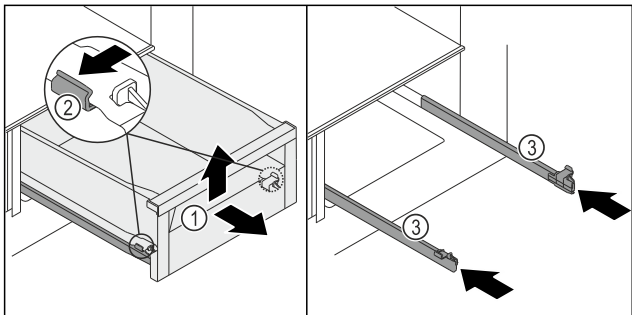

Fig. 201
- ▶ Schubfach Fig. 201 (1) bis zum Anschlag herausziehen.
- ▶ Klemme Fig. 201 (2) links und rechts an den Schienen gleichzeitig leicht nach außen drücken.
- ▶ Schubfach Fig. 201 (1) löst sich von den Schienen.
- ▶ Schubfach Fig. 201 (1) vorne hochheben.
- ▶ Schubfach Fig. 201 (1) nach vorne entnehmen.
- ▶ Schienen Fig. 201 (3) einschieben.